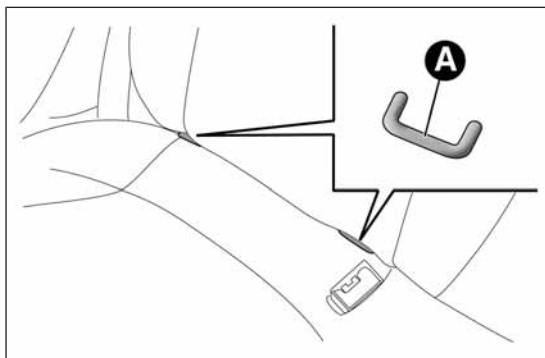

fig. 101
- ☐ enganchar la sillita a las correspondientes anillas metálicas inferiores A fig. 101, situadas entre el respaldo y el cojín del asiento trasero;